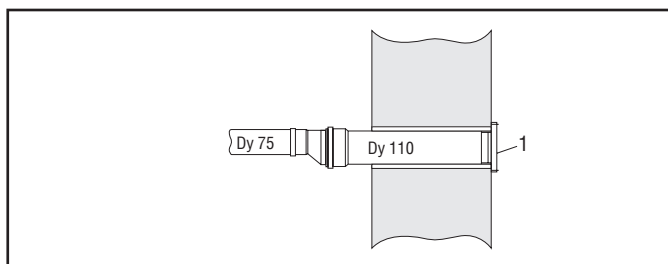

Рис. 6-21: Выпуск через стену для типов 2000 и 3000
- Для типов 2000 и 3000 выхлопной трубопровод (Dy 75) присоединить через переход к проходу через стену (Dy 110) (см. рис. 6-21).